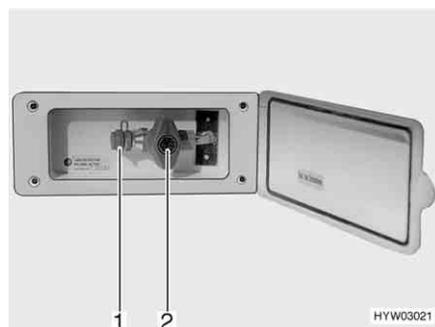

Bild 83 Externer Gasanschluss, Gasabsperrentil geschlossen
Der externe Gasanschluss (Bild 83) befindet sich je nach Modell am Heck oder auf der linken bzw. rechten Fahrzeugseite.
- Externes Gasgerät an der Anschluss-Stelle (Bild 83,1) anschließen.
- Das Gasabsperrentil (Bild 83,2) öffnen.